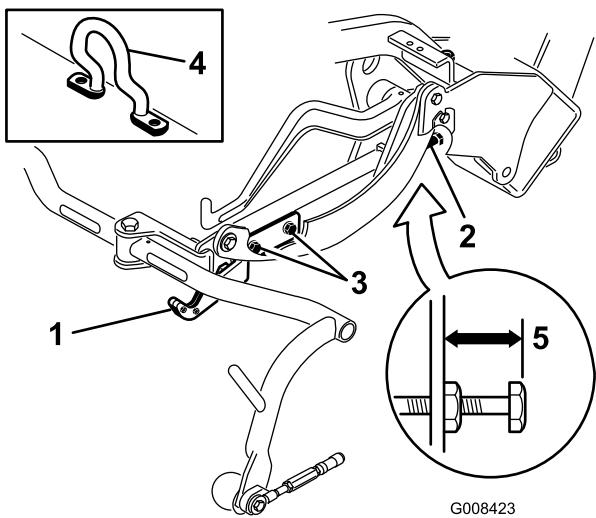
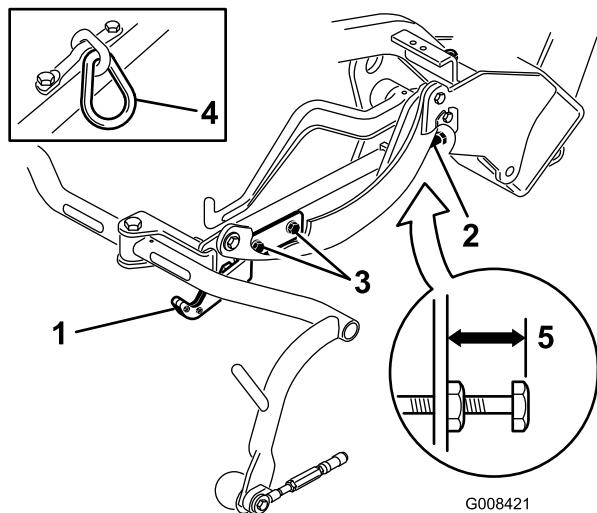
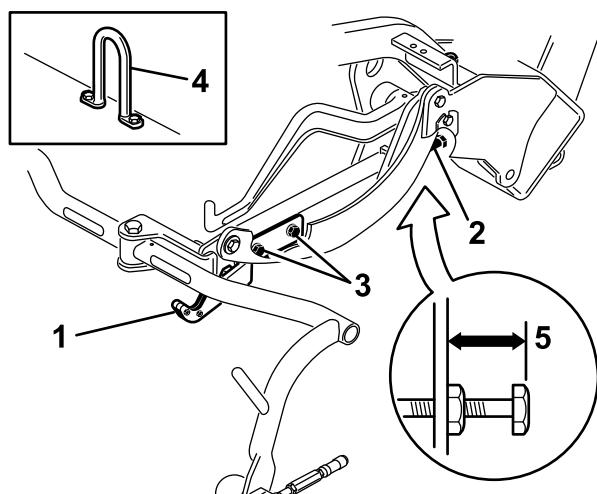

図 12
図 13
図 14
移動走行時の高さを調べ図 13 と図 14、必要に応じて調整する。
2. オフセット吊り下げフック図 12、挿入図のついているカッティングユニットでは、キャリアフレーム調整ねじの上端からキャリアフレームの背面までの距離が 25 mm になっていることを確認する。距離が 25 mm でない場合には手順 4 へ進む。
3. チェーンリンクまたはストレート吊り下げフック図 13 と図 14、挿入図のついているカッティングユニットでは、キャリアフレーム調整ねじの上端からキャリアフレームの背面までの距離が 22 mm になっていることを確認する。距離が 22 mm でない場合には手順 4 へ進む。オフセットリフト・リンク図 12 のついているカッティングユニットの場合は、次のステップに進む。
4. 移動走行プレート取り付けねじをゆるめる図 13 と図 14 と図 12。
- キャリアフレームの高さが同じでない場合には、キャリアフレーム調整ねじについているジャムナットをゆるめる図12と図13と図14。高くするにはねじを外方向にまわし、低くするには内方向にまわす。調整ができたらジャムナットを締めて調整を固定する。